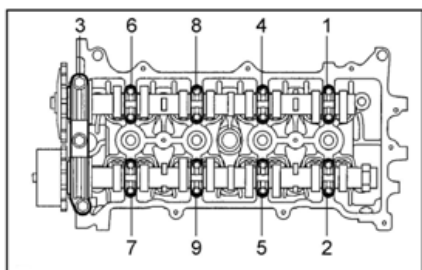

Рисунок II-137
9. Отверните 19 болтов в соответствии с очередностью на рисунке и снимите 9 основных крышек подшипников. ((см. Рисунок II-137)